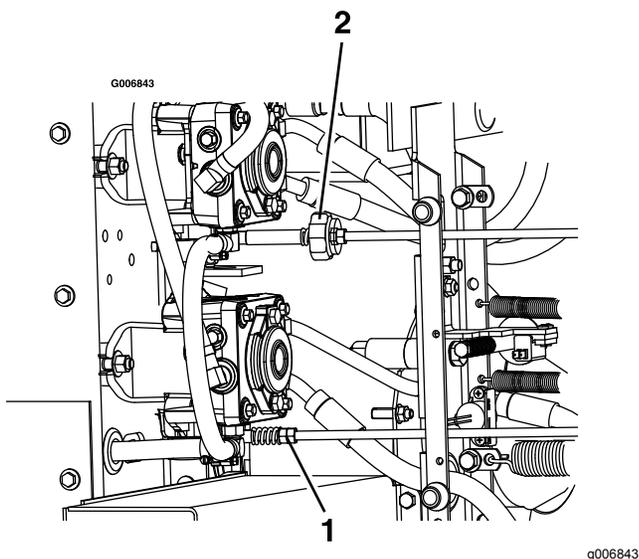

Figura 66
9. Per raggiungere la posizione di FOLLE, regolate i collegamenti dell'asta di controllo della pompa destra e sinistra che collega il comando dello sterzo ai bracci di controllo pompa finché le ruote non si fermano o avanzano in folle leggermente in retromarcia (Figura 66).
11. Regolate la tiranteria della pompa di destra utilizzando una chiave per girare i doppi dadi sul gruppo (Figura 66).